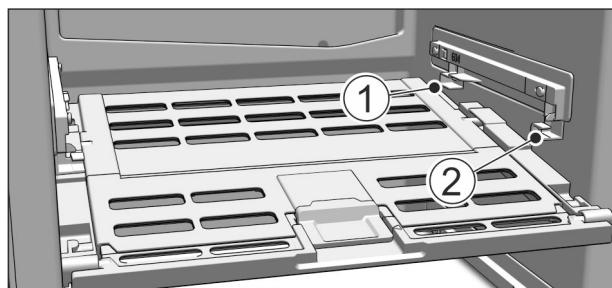

Fig. 75
- Deckel Fruit & Vegetable-Safe einsetzen: Deckelstege von unten in die hintere Halterung Fig. 75 (1) einführen und vorne in die Halterung Fig. 75 (2) einrasten.